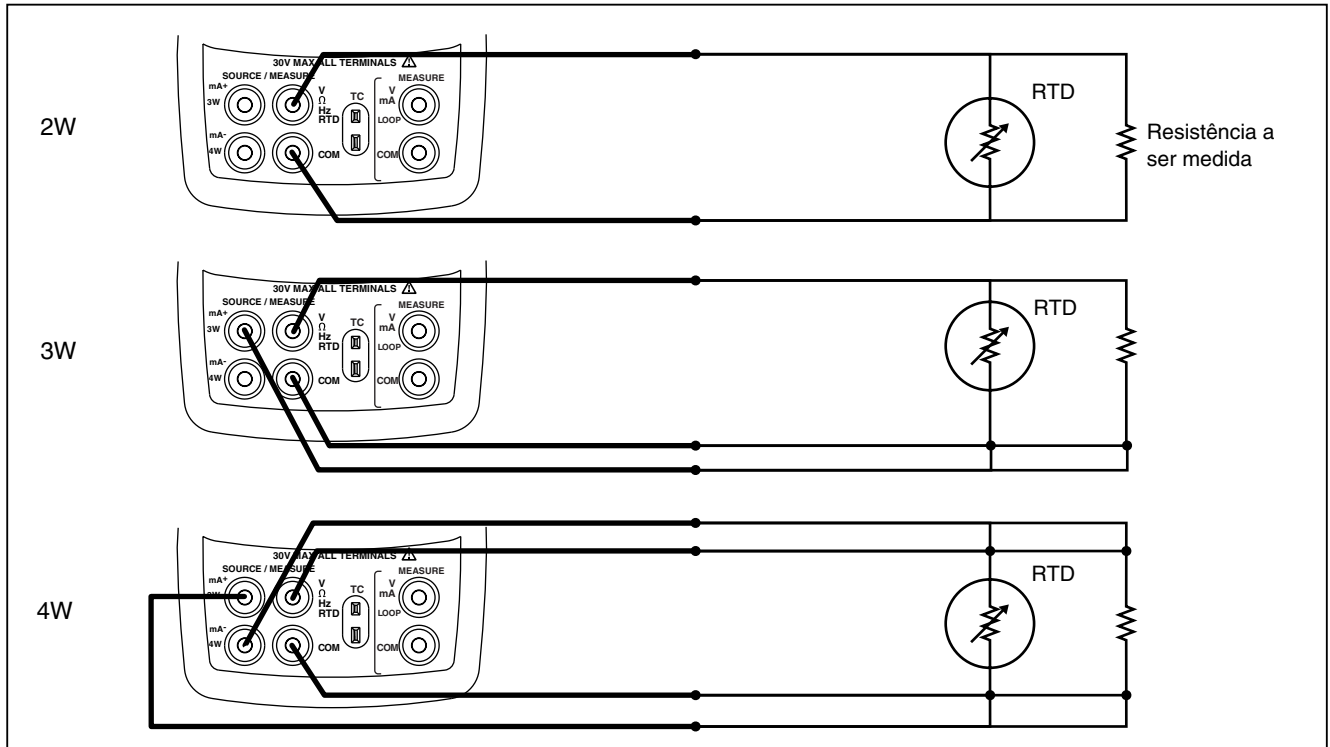

Figura 11. Medição de temperatura com RTD, Medição de resistência de 2, 3 e 4 fios
4. Anexe os terminais de entrada de RTD, conforme mostrado na Figura 11.